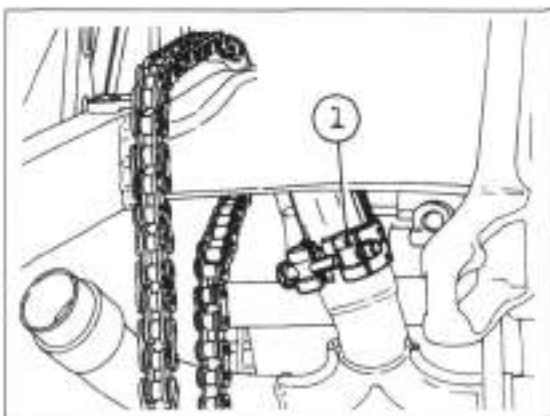

Bild 127
- Schelle von Krümmer des stehenden Zylinders lösen (Bild 127).